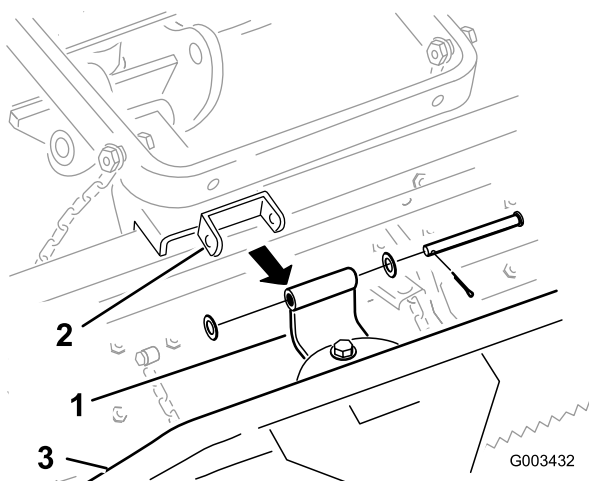

Figure 9
- B. Enlevez la goupille fendue, les rondelles et l'axe de chape qui fixent le support de pivot courbe au râteau d'entretien rigide (Figure 9).
C. Enlevez le support de pivot courbe et les fixations du râteau d'entretien souple (Figure 9).